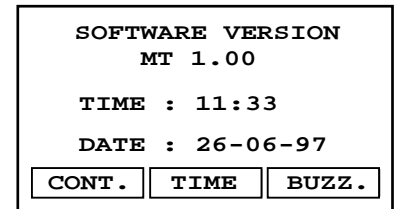

Abb. 35 - Einstell-Menü
1. Taste SET UP drücken: er erscheint das Einstellmenü gemäß Abb. 35.
1. Taste SET UP drücken, es erscheint das Einstellmenü gemäß Abb. 35.
3. Mit Taste ↑ den Signalton ein- (ON) bzw. ausschalten (OFF).